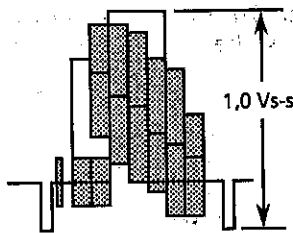

Abbildung 5-3.
3. R202 so einstellen, daß die Signalamplitude 1,0 Vs-s beträgt, wie in Abbildung 5-3 dargestellt.